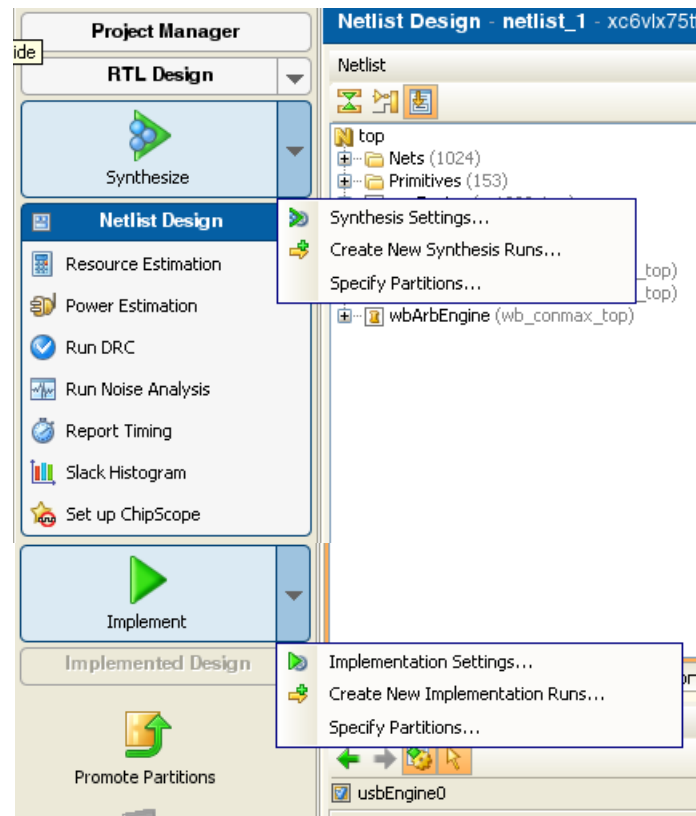

図 13-2 : 合成およびインプリメンテーションでのパーティションの設定
1. 図 13-2 のように、Flow Navigator で [Synthesize] または [Implement] ボタンの横にあるプルダウン メニューから [Specify Partitions] をクリックします。⁽¹⁾